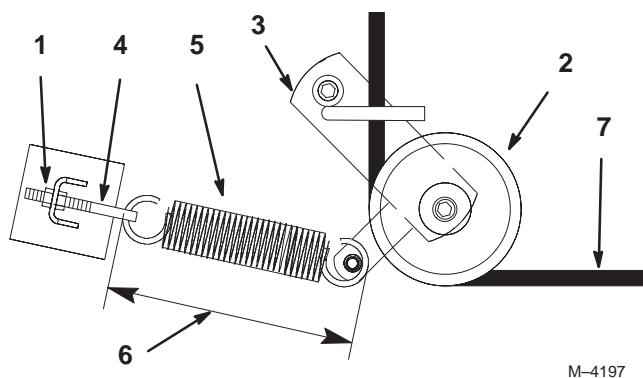

Figure 65
- Desserrez l'écrou extérieur sur le boulon à œil du ressort (Fig. 65).
- Déposez la poulie de tension rappelée par ressort (Fig. 65).
- Faites passer la courroie neuve dans le bras de renvoi (Fig. 65).
- Resserrez l'écrou extérieur sur le boulon à œil du ressort (Fig. 65).
Remarque : Vérifiez la longueur du ressort. Il doit mesurer $238 \text{ mm} \pm 3 \text{ mm}$ (9–3/8 pouces $\pm 1/8$ pouce) une fois en place. Procédez à un réglage si la longueur n'est pas correcte (Fig. 65).